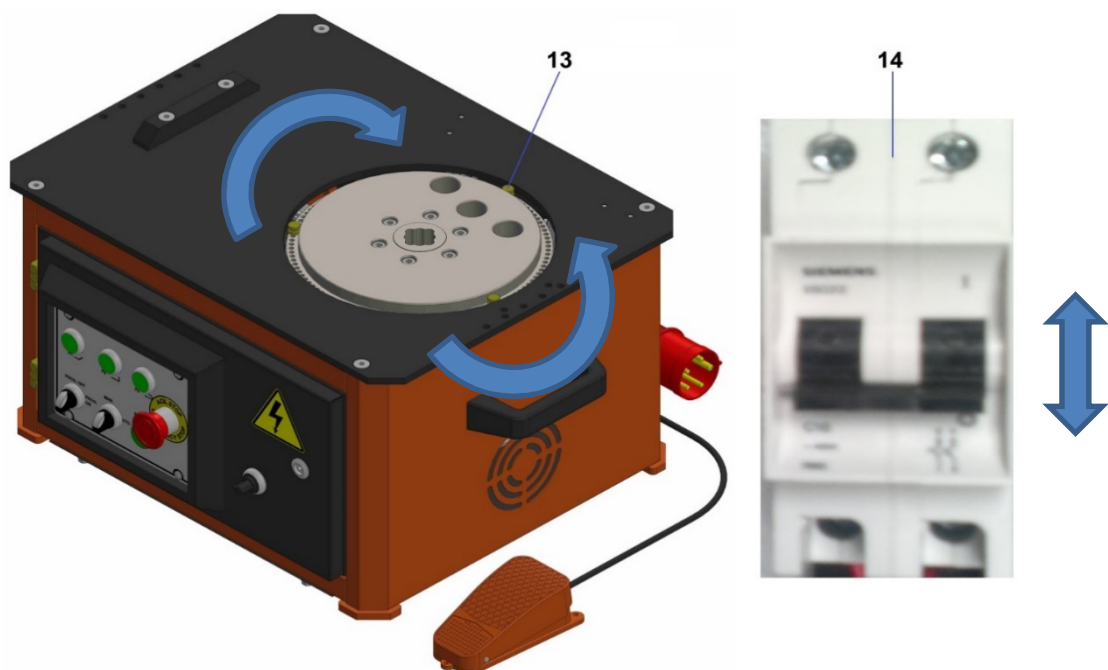

Abbildung 3: Bestimmung der Drehrichtung
- Um den gewünschten Biegewinkel einzustellen, platzieren Sie die Steuerstifte (s. Abb. 3, Pos. 13) in die dafür vorgesehenen Bohrungen rund um den Biegeteller.